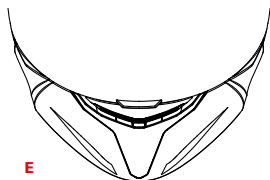

FIGURA 2
## TOMA DE AIRE FRONTAL MENTONERA — E — Figura 2/3
- Figura 2: toma de aire completamente cerrada.